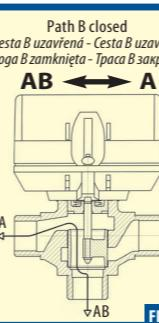
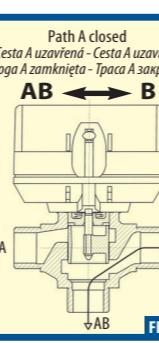

FIG. 1
FIG. 2
**FUNCTION** All moving parts and the seals of the valve are assembled in a cartridge. O-rings on the outer surface of the piston guarantee a hermetic seal of valve ports. When the valve stem is in its low position the valve is open and the flow passes and through the holes in the cylindrical shut-off (Fig. 1). When the stem is in its high position the flow is blocked (Fig. 2). Switchover from one path to the other takes about 6 seconds.
**FUNKCIE:** Všetky pohybujúce sa diely a tesnenia ventili sú zmontované we vklade. O-kružky na povierzchni zvenčnej tločka zabezpečujú hermetyczne domknutie otvorov zavorky. Ješi čor zavorky nachádza sa v pozícii dolnej, to zavór je otvorený a strumienie preplýva cez valcový element zamkajúci (rys. 1). Prípetý je zablokovaný (rys. 2). Preprnutie jednej drogi na inú trvá asi 6 sekund.
**DZIAŁANIE:** Wszystkie elementy ruchome i uszczelnienie zaworu są zamontowane we wkładce. O-ringi na powierzchni zewnętrznej tłocka zapewniają hermetyczne domknięcie otworów zaworu. Jeśli czor zavorky znajduje się w pozycji dolnej, to zavor jest otwarty i strumień przepływa przez otwory walcowego elementu zamkajacego (rys. 1). Przepływ jest zablokowany (rys. 2). Przelczenie z jednej drogi na inną trwa około 6 sekund.
**ФУНКЦИЯ:** Все двигающиеся детали и уплотнения клапана смонтированы в ставке. О-кольца на внешней поверхности поршня гарантируют герметическое уплотнение отверстий клапана. Если шток клапана находится в нижнем положении, клапан открыт и поток проходит и протекает через отверстия в цилиндрическом уплотнительном элементе (рис. 1). Если шток находится в верхнем положении, то поток заблокирован (рис. 2). Переключение с одной трассы на другую длится около 6 секунд.